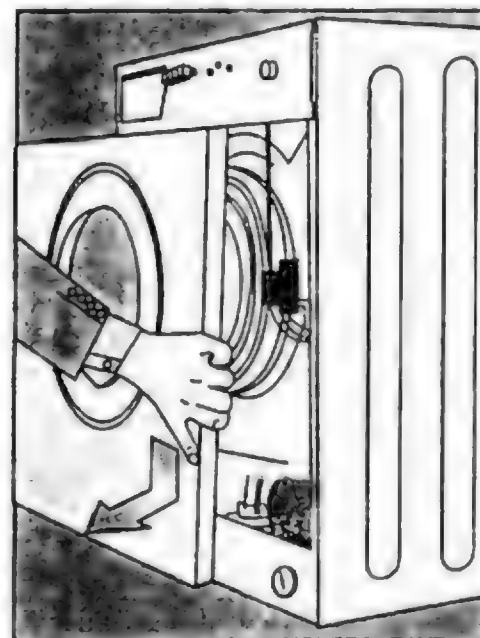

Рис. 3.9.1.14. Демонтаж передней панели
- Отворачивают два винта, которые крепят петлю к передней панели (поз. **с** на рис. 3.9.1.12).